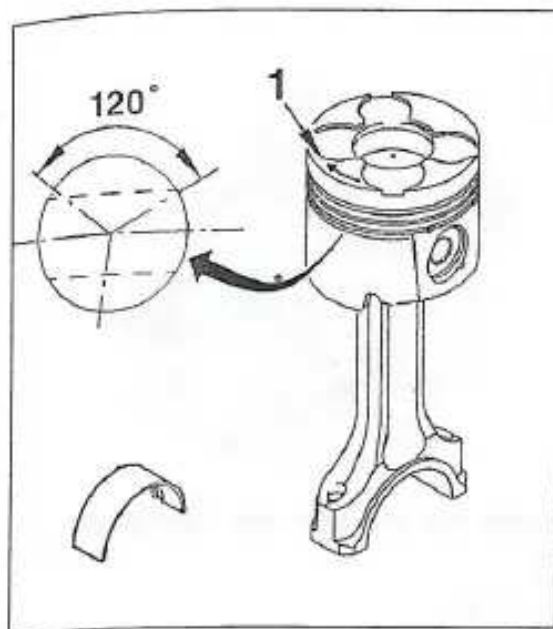

FIGURA 1-34
- Montar los segmentos en los pistones y separar los cortes a 120°, decalándolos con relación al bulón y al corte del segmento rascador (figura 1-34).